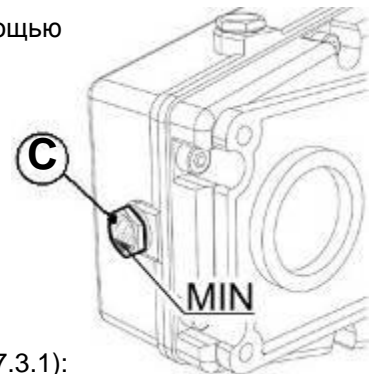

РИС. 7.2
Уровень масла в коробке передач должен проверяться каждые 50 часов с помощью смотрового отверстия (C), расположенного сбоку коробки (РИС. 7.2).